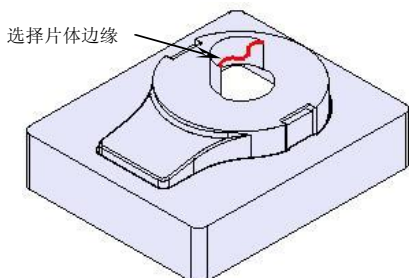
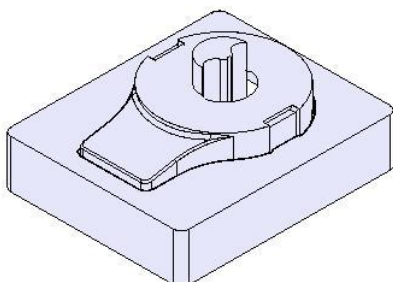

图7-20
图7-21
7. 选择片体边缘, 如图 7-20 所示, 在【成形特征】工具条中单击【拉伸】按钮, 弹出【拉伸】对话框。在【结束】输入框中输入“-97.18”, 单击 按钮创建拉伸特征, 如图 7-21 所示。